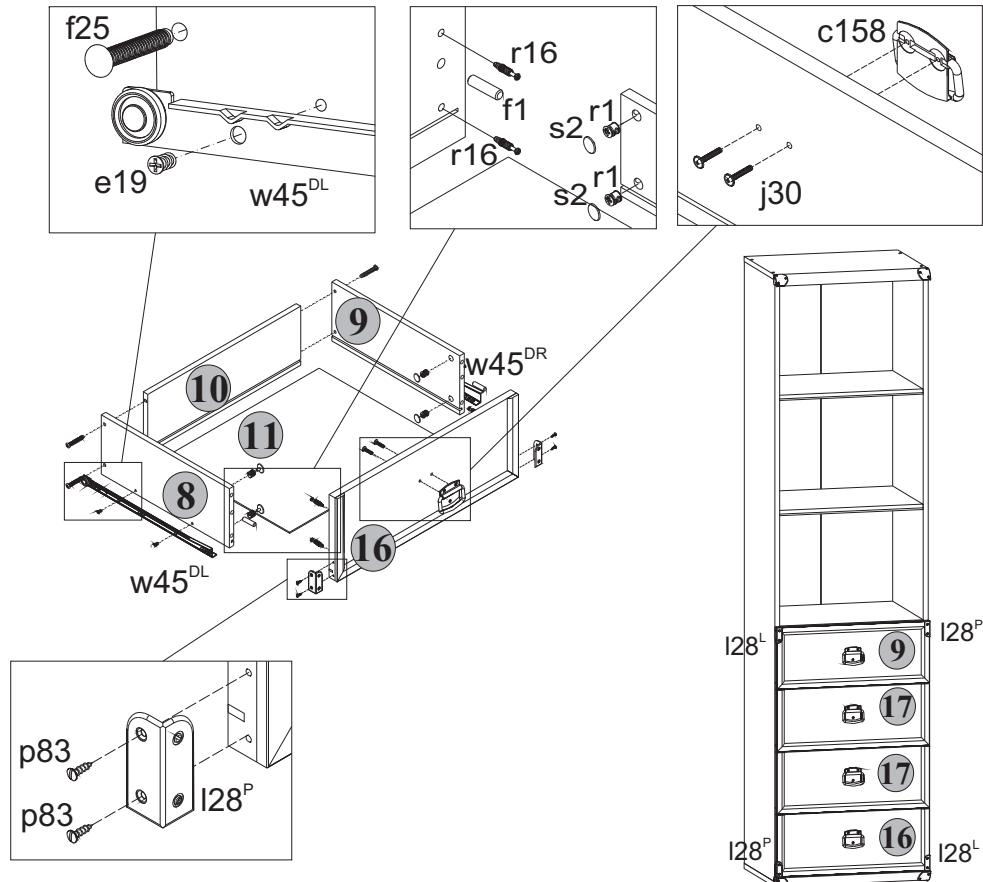

Рис. 3
5.13 В отверстия диаметром **8 мм** на передних кромках стенок боковых **8** и **9** корпусов выдвижных ящиков вбить деревянные шканты **f1** (см.рис.3).
5.14 В отверстия диаметром **15 мм** на внутренних поверхностях стенок боковых **8** и **9** корпусов выдвижных ящиков вставить стяжки эксцентриковые **r1** (см.рис.3).
5.15 В отверстия диаметром **5 мм** на внутренних поверхностях панелей передних **16**, **17** и **9** ящиков выдвижных с помощью крестообразной отвертки вкрутить винты стяжки **r16** (см.рис.3).
5.17 Соединить панель переднюю **16** с корпусом ящика выдвижного и затянуть стяжки эксцентриковые **r1**, пользуясь специальным ключом **z1**. Закрыть стяжки эксцентриковые заглушками **s2** (см.рис.3).
5.19 Соединить панели передние **17** с корпусами ящиков выдвижных и затянуть стяжки эксцентриковые **r1**, пользуясь специальным ключом **z1**. Закрыть стяжки эксцентриковые заглушками **s2** (см.рис.3).
5.20 Соединить панель переднюю **9** с корпусом ящика выдвижного и затянуть стяжки эксцентриковые **r1**, пользуясь специальным ключом **z1**. Закрыть стяжки эксцентриковые заглушками **s2** (см.рис.3).